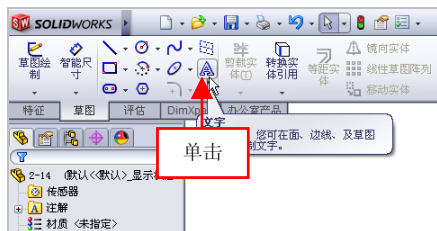

图 2-15 单击【文字】按钮
(2) 在【草图】选项卡中单击【文字】按钮，如图 2-15 所示。